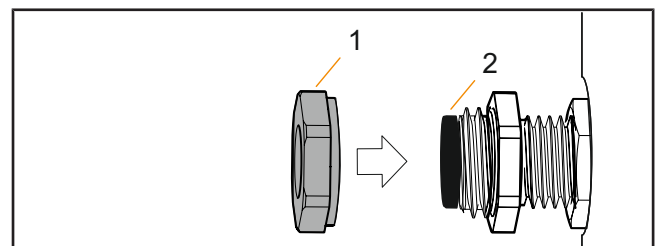

Abb. 6: Überwurfmutter wieder montieren
4. Schrauben Sie die Überwurfmutter (1) wieder auf ohne sie festzuziehen (Abb. 6).